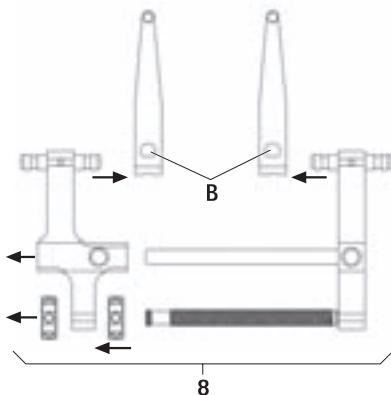

Abb. 4
- Distraktor 8 mit Distraktionsblättern demontieren, siehe Abb. 4: Schieber B betätigen und Distraktionsblatt FW239R entnehmen.